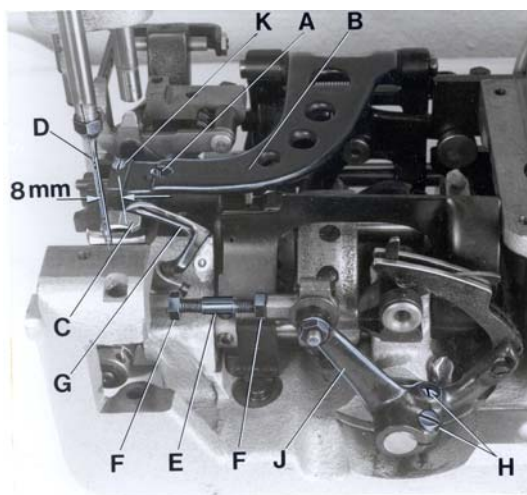
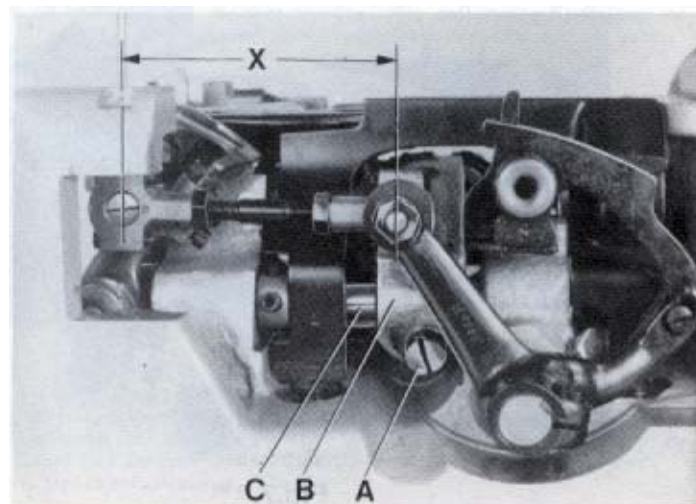
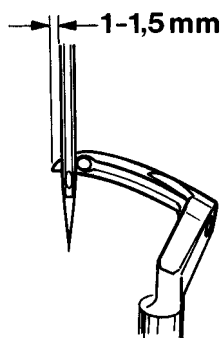
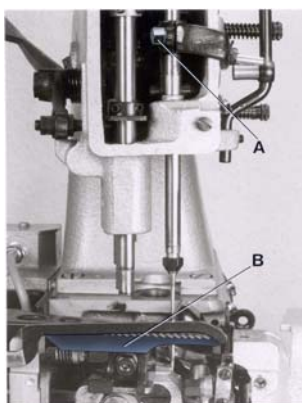

Fig. 3
Fig. 4
Fig. 5
Fig. 6
Remove the presser foot, throat plate and feed dog and on styles 80800TL, TAL, U, UA, UL and UAL also the needle guard for convenient access to the machine. On styles 80800R, RL, S and SL loosen the screw (A, Fig. 3) in the feed bar (B) and push the feed bar needle guard (C) to the rear to avoid its contacting the needle (D).
For the two thread double locked stitch styles 80800R, RL, TL, TAL, U, UA, UL and UAL, set the looper connecting rod (E) so the distance (X, Fig. 4) between the center lines of the two ball joints is 69.8 mm (2 3/4"). The dimension (X, Fig. 4) should be 68.3 mm (2 11/16") on the single thread chain stitch styles 80800S and SL. For adjustment loosen the two nuts (F, Fig. 3) and turn connecting rod (E) forward or backward as required to obtain specified dimension, retighten nuts (F).
Rotate the machine pulley in operating direction so that the looper moves from right to left. The looper point should pass as close as possible to the back of the needle without contacting 0.08 to 0.13 mm (.003 to .005") clearance. For adjustment loosen screws (A, Fig. 4) in the looper eccentric fork (B) and turn looper rocker shaft (C) on the looper rocker forward or backward as required. Retighten screw (A).
Vor dem Einstellen der Maschine muß eine neue Nadel so eingesetzt werden, daß der Nadelkolben oben in der Nadelstange anstößt und die lange Rinne der Nadel nach vorne (zur Bedienungsperson) zeigt. Lösen Sie bei den Maschinen 80800R, RL, S und SL die Schraube (A, Fig. 3) im Transporteurtträger (B) und drücken Sie den Nadelanschlag nach hinten, damit er die Nadel (D) nicht berühren kann.
Zur bequemer Einstellung entfernen Sie Drückerfuß, Stichplatte und Transporteur und bei den Maschinen 80800TL, TAL, U, UA, UL und UAL auch den Nadelanschlag. Lösen Sie bei den Maschinen 80800R, RL, S und SL die Schraube (A, Fig. 3) im Transporteurtträger (B) und drücken Sie den Nadelanschlag nach hinten, damit er die Nadel (D) nicht berühren kann.
Bei den Zweifaden-Doppelkettenstichmaschinen Typen 80800R, RL, TL, TAL, U, UA, UL und UAL muß die Greiferverbindungsstange (E) so eingestellt sein, daß der Abstand (X, Fig. 4) von der Mitte zu Mitte Kugelgelenk 69,8 mm beträgt. Bei den Einfaden-Einfachkettenstichmaschinen Typen 80800S und SL beträgt der Abstand (X, Fig. 4) 68,3 mm. Zum Einstellen lösen Sie die beiden Muttern (F, Fig. 3) und drehen die Verbindungsstange (E) vor oder zurück bis der erforderliche Abstand erreicht ist. Ziehen Sie die Muttern (F) wieder an.
Drehen Sie die Riemenscheibe in Nährichtung so, daß sich der Greifer von rechts nach links bewegt. Die Greiferspitze soll so dicht wie möglich hinter der Nadel vorbeigehen, ohne diese zu berühren (0,08 bis 0,13 mm Abstand). Zur Einstellung lösen Sie die Schraube (A, Fig. 4) in der Greiferexzentergabel (B) und schwenken die Greiferhebelwelle (C) am Greiferhebel mit Greifer nach Bedarf vor oder zurück. Ziehen Sie die Schraube (A) wieder an.
Remove the face cover on machine arm. Rotate machine pulley in operating direction until the looper point, moving to the left, projects 1 to 1.5 mm (.040" to .060") left of the needle (see Fig. 5). Lower edge of looper and upper edge of needle eye must be flush in this position. If adjustment is necessary, loosen clamp screw (A, Fig. 6) in the needle bar connection and move the needle bar up or down, as required. Retighten screw (A) and remount face cover.
At highest point of feed dog travel, the feed dog (B, Fig. 6) should be set so, that the rear teeth project their full depth above the throat plate surface. For setting remove the feed dog and adjust the supporting screw (K, Fig. 3) on the top of the feed bar to the required height. Remount the feed dog, and on styles 80800TL, TAL, U, UA, UL and UAL also the needle guard.
The needle guard (C, Fig. 3) has to be set so, that it just contacts the needle at its most forward point of travel, without deflecting it.
On styles 80800R, RL, S and SL loosen screw (A, Fig. 3) in the feed bar (B) and adjust the needle guard (C) accordingly. Retighten screw (A).
Entfernen Sie den Stirndeckel am Maschinenarm. Drehen Sie die Riemenscheibe in Nöhrichtung bis die sich nach links bewegend Greiferspitze 1 bis 1,5 mm links der Nadel steht (siehe Fig. 5). In dieser Stellung müssen Unterkante Greifer und Oberkante Nadelöhr bündig sein. Ist eine Einstellung notwendig, lösen Sie die Klemmschraube (A, Fig. 6) im Nadelstangenmitnehmer und schieben die Nadelstange (B), je nach Bedarf, nach oben oder unten. Ziehen Sie die Schraube (A) wieder an und montieren Sie den Stirndeckel.
Im höchsten Punkt der Transporteurbewegung sollen die hinteren Zähne des Transporteurs (B, Fig. 6) eine volle Zahnhöhe über die Stichplattenoberfläche hinausragen. Zur Einstellung entfernen Sie den Transporteur und stellen die Stützschraube (K, Fig. 3) oben im Transporteurträger auf die entsprechende Höhe. Montieren Sie den Transporteur wieder, bei den Maschinen 80800TL, TAL, U, UA, UL und UAL auch den Nadelanschlag.
Der Nadelanschlag (C, Fig. 3) muß so eingestellt sein, daß er in der vordersten Stellung seiner Bewegung gerade die Nadel berührt, aber nicht ablenkt.
Zur Einstellung lösen Sie bei den Maschinen 80800R, RL, S und SL die Schraube (A, Fig. 3) im Transporteurträger (B), und stellen den Nadelanschlag (C) entsprechend ein. Ziehen Sie die Schraube (A) wieder an.